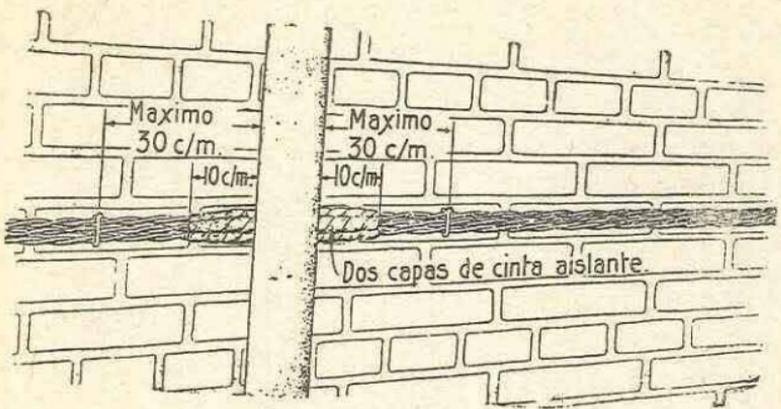

Fig. 12
- 19.—Los cables de acometida que crucen tubos u objetos metálicos, se colocarán entre el obstáculo y la pared cuando puedan quedar a 3 centímetros, como mínimo del obstáculo. Si no puede obtenerse esta separación, se protegerán los cables con cinta aislante, sobrepasando 10 centímetros ambos lados del tubo. Cuando los cables pasen sobre el obstáculo, se puede emplear una abrazadera y anilla para cable de acometida o dos capas de cinta aislante, cuando no se pueda emplear la abrazadera (fig. 12).